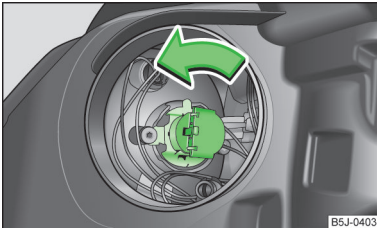

Abb. 160
- › Den Stecker mit der Glühlampe bis zum Anschlag in Pfeilrichtung drehen » Abb. 160 und herausnehmen.